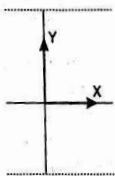
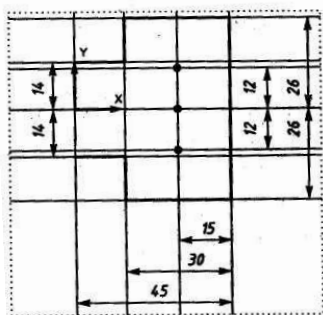
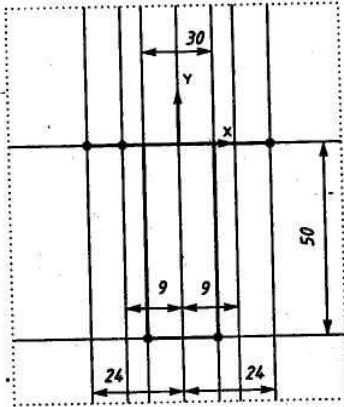

Рис. 43
Рис. 44
Рис. 53
окна документа (команда <Ctrl>+<0> на цифровой клавиатуре). Нажмите <Enter> (см. рис.43).
6. С помощью параллельных вспомогательных прямых по команде Ввод вспомогательной параллельной прямой на панели инструментов строим каркас нашей детали (оранжевый цвет) относительно прямых, полученных на рис. 43, по размерам, указанным на рис. 44. Параметры для параллельных прямых вводим в окне **ds** «строки параметров» по команде <Alt>+<s>.
5. На панели инструментов выбираем по очереди команды Ввод вспомогательной горизонтальной прямой и Ввод вспомогательной вертикальной прямой, проводим через начало системы координат окна документа (команда <Ctrl>+<0> на цифровой клавиатуре). Нажмите <Enter> (см. рис.43).
6. С помощью параллельных вспомогательных прямых по команде Ввод вспомогательной параллельной прямой на панели инструментов строим каркас нашей детали (оранжевый цвет) относительно прямых, полученных на рис. 43, по размерам, указанным на рис. 53. Размеры для параллельных прямых вводим в окне **ds** «строки параметров» по команде **<Alt>+<s>**.